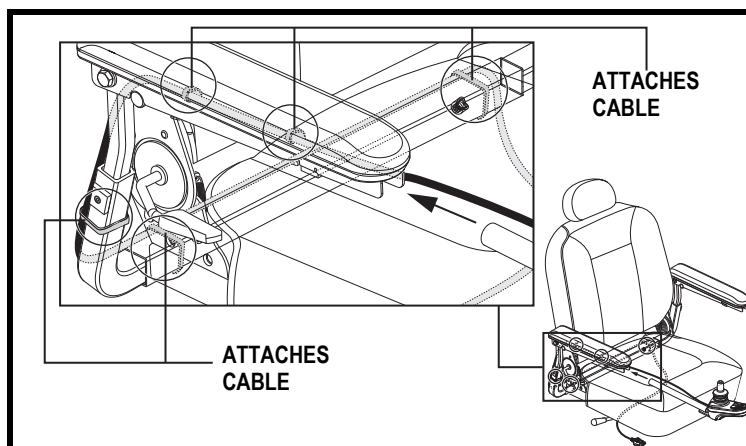

Figure 11. Chemin câbles du contrôleur
10. Faites passer le câble du contrôleur le long du cadre du siège et fixez-le avec des attaches pour fil. **Voir la figure 11.**